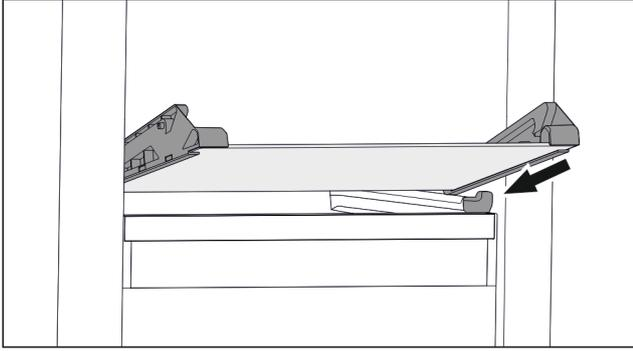

Fig. 73 Placa de vidrio del cajón inclinable
- ▶ Coloque la placa de vidrio inclinada detrás de los topes. (consulte Fig. 73)